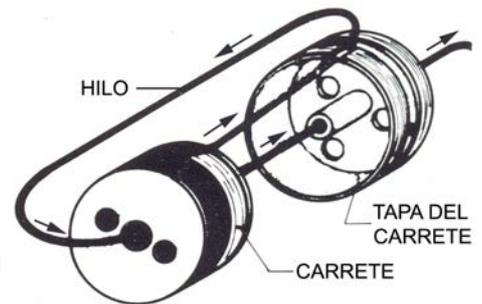

Figura 3
- ✓ Tome el extremo del hilo que sale del carrete e introducirlo por el orificio lateral de la tapa del carrete de adentro hacia afuera (figura 3);